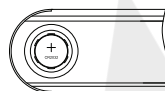

Fig.2
---Caricare una batteria CR2032 con il lato positivo della batteria rivolto verso l'esterno (Fig.2).